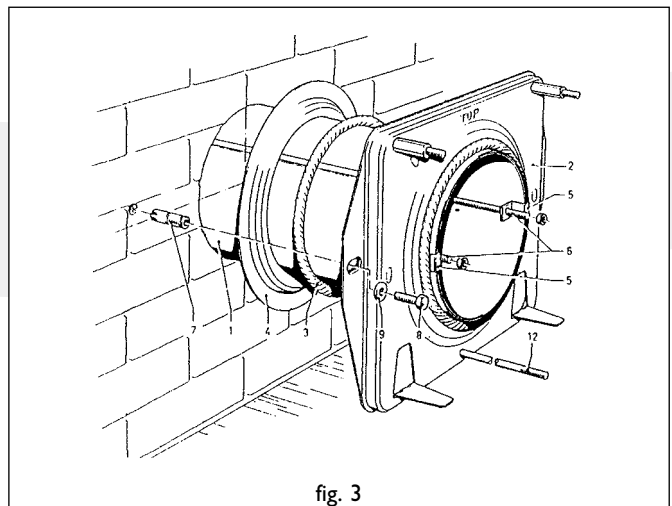

fig. 3
**Instalación de la salida de pared estandar (fig. 3)**
- Sustituir la tuerca (8) (fig 3) por otra de madera por ejemplo
- Colocar en la parte de la habitación entre la plancha de montaje (2) y la pared la placa de protección (14)
- Asegure en la parte exterior de la pared por medio de 4 tornillos (16) la placa de silumen (15)